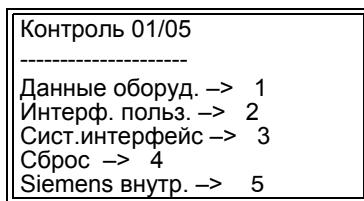

рис. 8-2 Отображение информации о мониторинге на дисплее устройства
- Если горит красный светодиод, а зеленый - погашен, то можно провести повторный запуск устройства, сняв и подав напряжение питания (Разд. 6.3.6, стр. 255). Если на дисплее отображен режим “Контроль” (рис. 8-2, стр. 326), то вы можете повторно инициализировать устройство при помощи программы DIGSI: